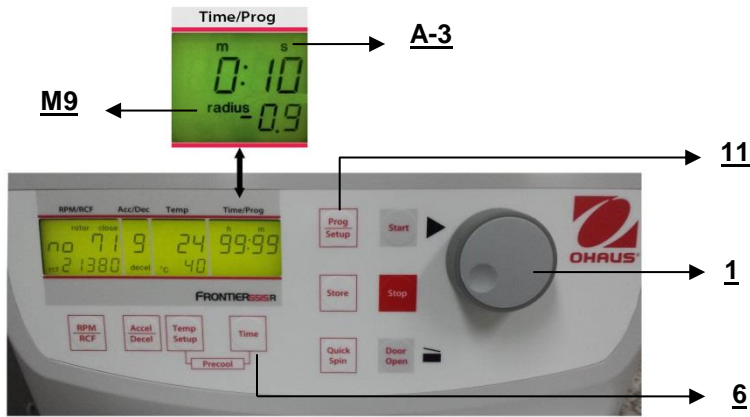

Figura 21
Cierre la tapa, luego presione el botón "**Time**" (6) (vea la Figura 21) y el botón "**Prog/Setup**" (11) al mismo tiempo y manténgalos presionados.